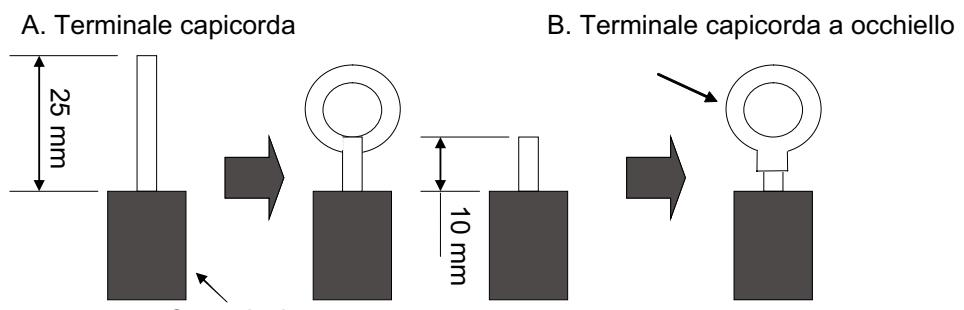

Fig. 24
- (1). Per terminale capicorda (Fig. 24).
(2). Per terminale capicorda a occhiello (Fig. 24).